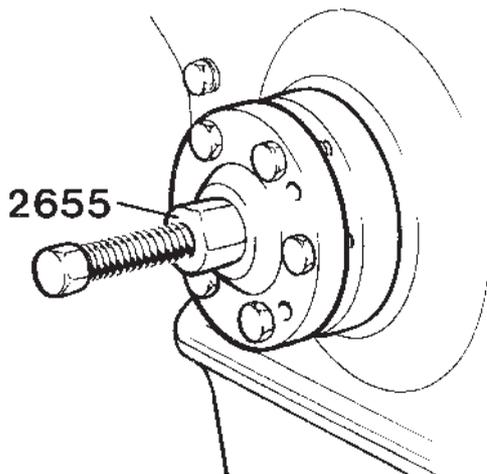

Fig. 70. Démontage du moyeu « polygone »
3. Dévisser la vis centrale de l'assemblage « polygone » et démonter ce moyeu « polygone » en se servant de l'extracteur 2655 (figure 70).